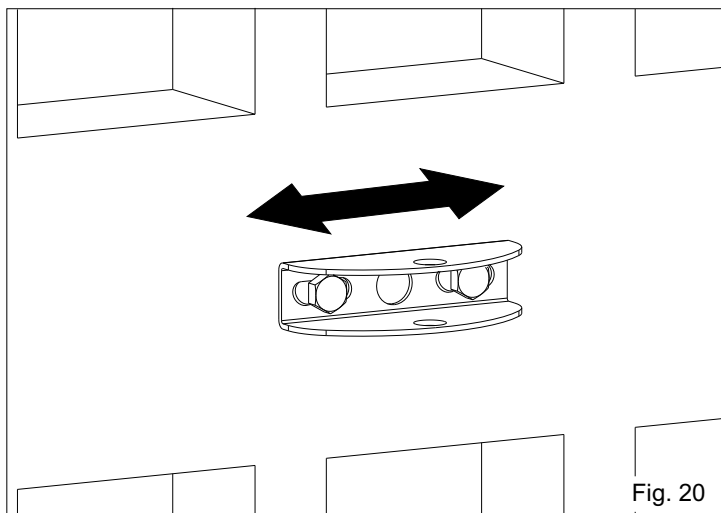

Fig. 20
- Antes de estrechar los tornillos mover hacia derecha o izquierda la entrada anterior para permitir un correcto posicionamiento del brazo a la cancela (Fig. 20) y el respecto de la medida C indicada en Fig. 10.